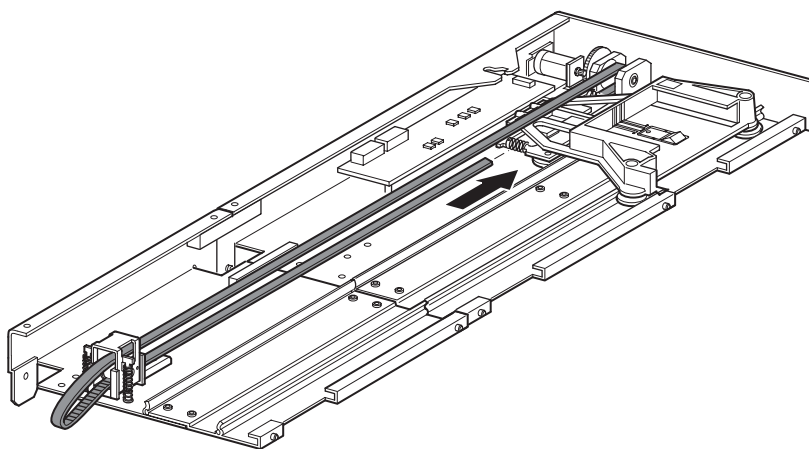

Figura 2-21: Installazione della cinghia dentata
3. Inserire la cinghia dentata attraverso la parte superiore della rampa tendicinghia e della puleggia folle, quindi attraverso la puleggia motrice. Assicurarsi che la cinghia si innesti su entrambe le pulegge (vedere la figura Figura 2-20 e la Figura 2-21).